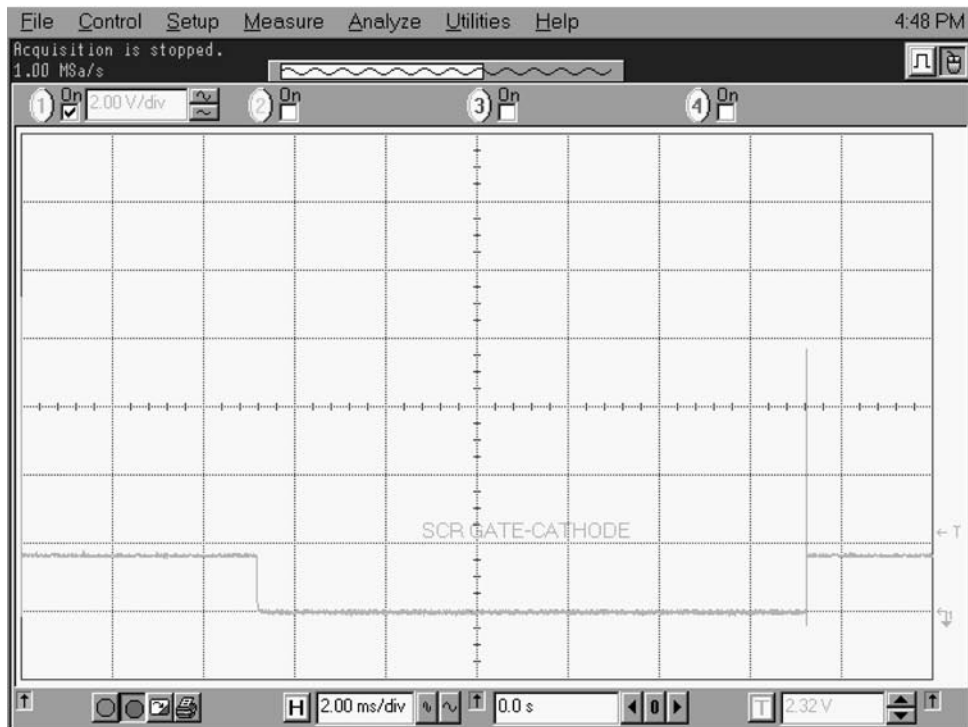

图 5.37 – SCR 选通脉冲
19. 检验 TP1 和 TP2 之间的信号是否如图 5.37 和 5.38 所示。